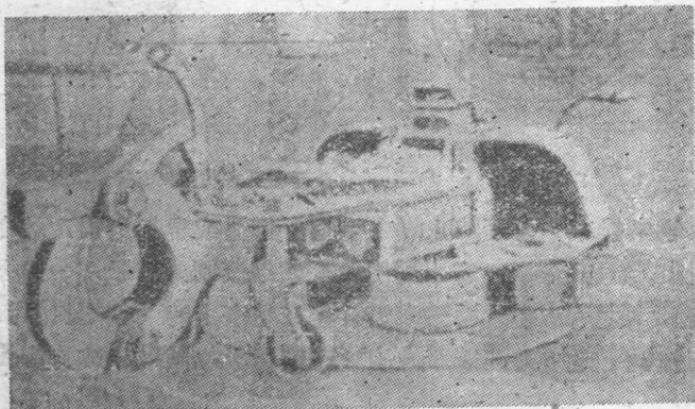

图12 活动拖钩
2) 活动拖钩（可拆开的） 在海河拖轮上应用极为广泛。如果要解脱拖缆，应将保险锁拉向一边，使它与锁紧杆分开，然后敲击锁紧杆的末端，由于锁紧杆受到敲击向上翘起，钩的活动部份便绕着接头6下垂，拖缆7的繩环也就脱落（图12）。